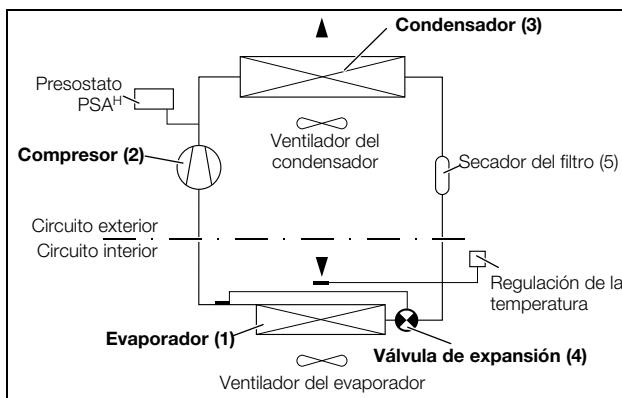

Imagen 3: Circuito de refrigeración
El refrigerador (instalación frigorífica de compresión) consta de cuatro componentes básicos (ver imagen 3): Evaporador (1), compresor del medio refrigerante (2), condensador (3), así como válvula de regulación o de expansión (4), unidos entre si por medio de tuberías.